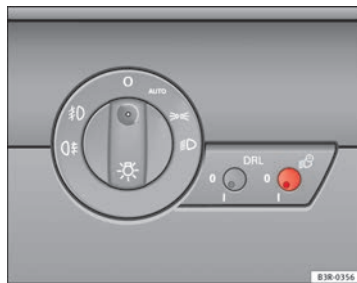

Abb. 85 Ausschnitt aus Instrumententafel: Coming-/Leaving-Home-Funktion
- Drücken Sie kurz auf den Knopf ⇒ Abb. 85, um ihn aus seiner Position auszurasten.